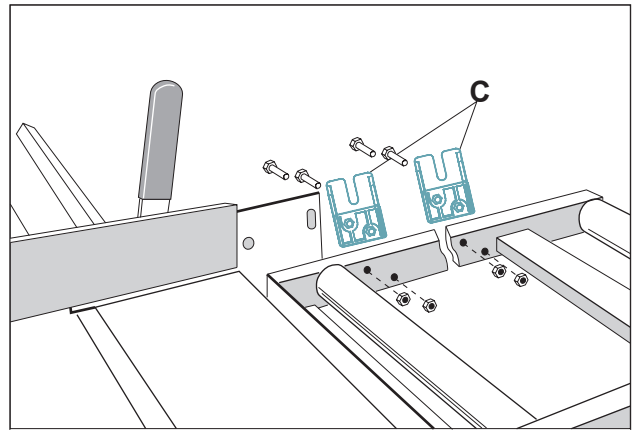
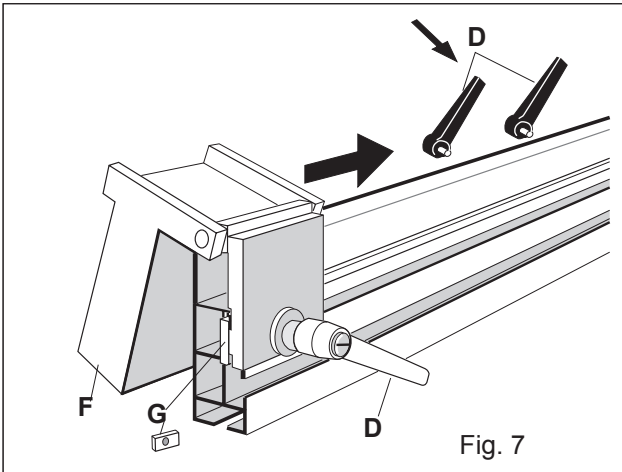
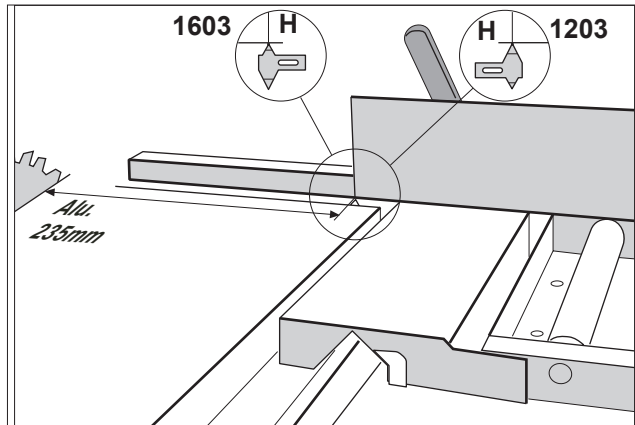

Fig. 6
Fig. 7
Fig. 8
- Monter brakettene **C** på rullebordet som vist i *fig. 6*. Før deretter mutterne **G** inn i det nederste sporet på anholdet og skru så låsehendlene **D** i mutterne (*fig. 7*). Monter deretter anholdet med låsehendlene i sporet på brakettene **C** (*fig. 6*).
- For at målebåndet på anholdet skal vise riktig ved kapping av arbeidsstykket, stilles sagbladet i kappeposisjon **0°** og låses i løftet stilling. Juster anholdet i lengderetningen slik at avstanden mellom aluminiumsanholdet og sagbladets tenner måler **235mm** (*fig. 8 og 9*). Anholdet låses med låsehendlene **D** (*fig. 7*). Bruk materialstopperen og kontroller at innstillingen er riktig ved å foreta en prøvekapping. Når anholdet er riktig justert, justeres også pilen **H** bak på sagbordet som vist i *fig. 8 og 9*. Pilen skal markere enden av aluminiumsanholdet. Det vil senere være lett å stille anholdet tilbake i denne posisjonen.
- Før den fellbare materialstopperen **F** inn på anholdet fra enden, slik at mutteren **G** kommer inn i aluminiumsprofilen. (Se *fig. 7*.)